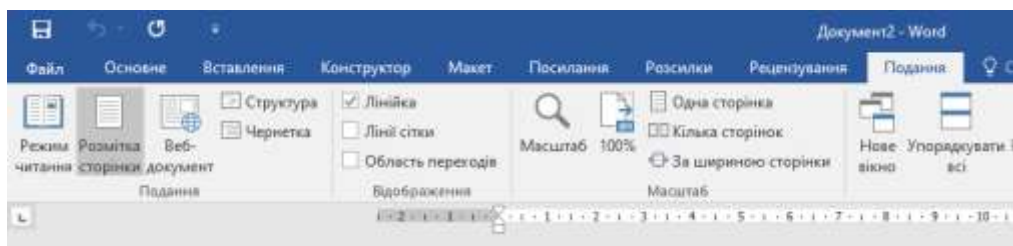

Рисунок 1.11 – Перегляд документа
- *Розмітка сторінки*. Це типовий режим перегляду, в якому ви бачите сторінки документа так, як вони відобразяться при друкуванні (рисунок 1.11);